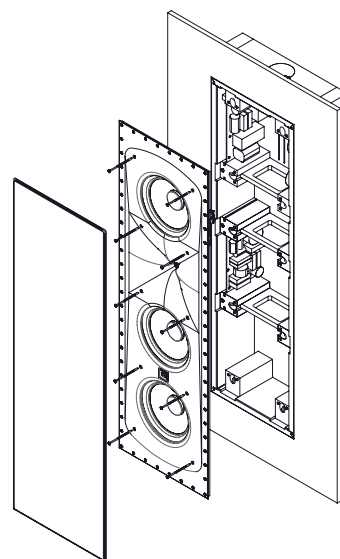

図18
4. 付属の10本のねじでバックボックスにバッフルを取り付けます(図18)。最初に、中央の取り付けねじを締めます。